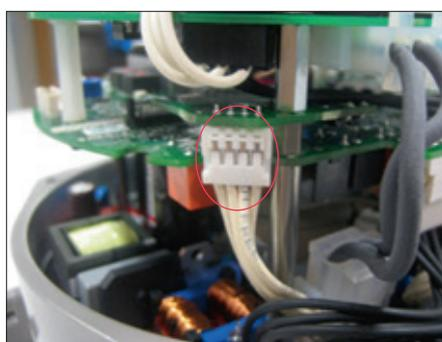

Figura 35
- Ricollegare il cavo con connettore a 4 pin (Figura 35).